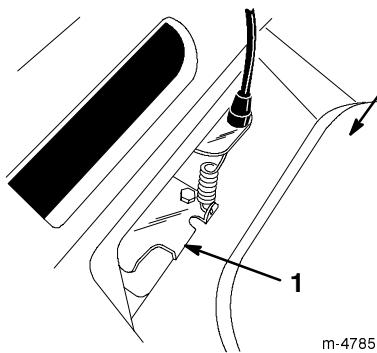

Figure 28
- Poussez sur la patte de guidage de la courroie jusqu'à ce qu'elle touche la tondeuse et maintenez-la en place (Fig. 28).